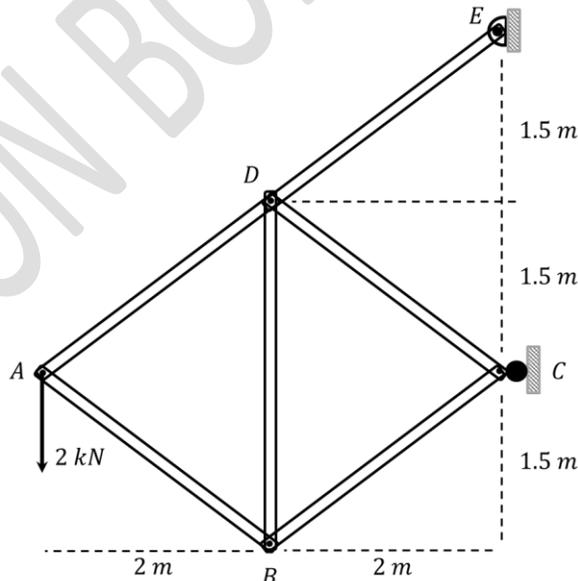

Fig. 5.22.
5.9.- En la armadura mostrada en la Fig. 5.22 se aplica una fuerza de 2 (kN) en el nudo A de ella. La armadura está montada en un pasador fijo en E y un soporte tipo rodillo en C. Calcule para las varillas DE, CD, BC, AD y AB las fuerzas internas indicando si están en tensión o compresión. Utilice el método de las secciones.